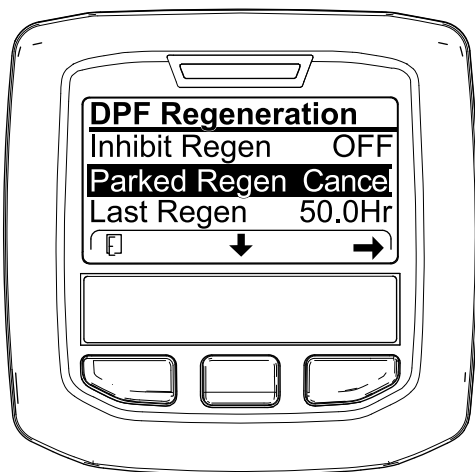

Figura 92
1. Accesai meniul Regenerare DPF (Figura 92).
2. Apăsai butonul central pentru a derula în jos către opțiunea PARKED REGEN CANCEL (Anulare regenerare în stare de parcare) (Figura 92) sau opțiunea RECOVERY REGEN CANCEL (Anulare regenerare de recuperare) (Figura 93).
3. Apăsai butonul din dreapta pentru a selecta accesarea Regen Cancel (Anulare regenerare) (Figura 92 sau Figura 93).